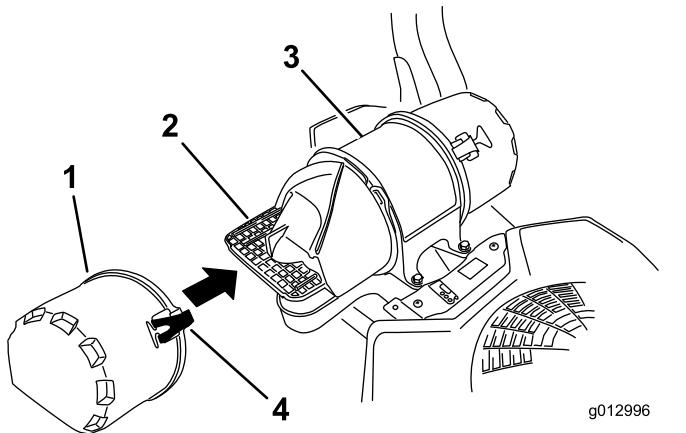

図 31
- エアクリーナーのラッチを外し、ボディーからエAINレットカバーを抜き出す図 31。
- エAINレットカバーを元通りに取り付けてラッチで固定する図 31。
4. エアクリーナカバーを元通りに取り付けてラッチで固定する図 31。